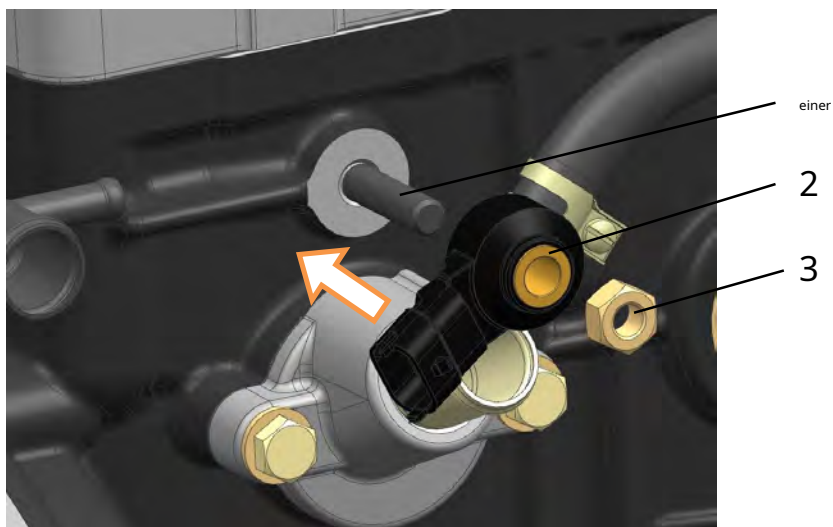

Abb. 215. Installation des Klopfensors:
13. Klopfsensor 2 (Abb. 215) auf Stift 1 montieren und Mutter festziehen